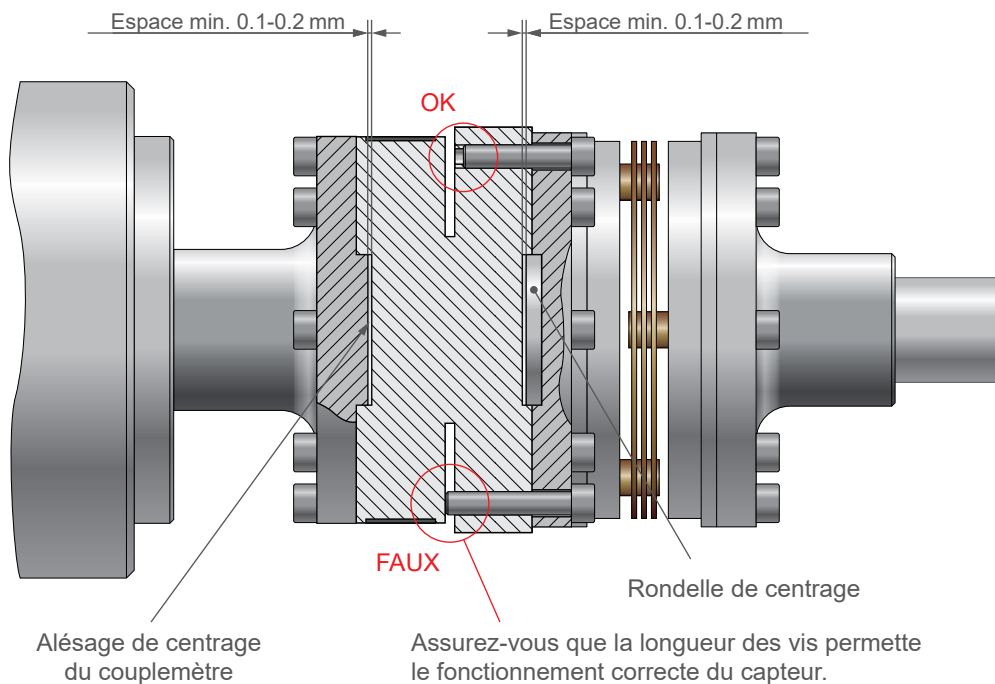

Fig.2-9 Informations de montage concernant les rondelles de centrage et la longueur des vis
Lorsque le flasque dispose également d'un alésage de centrage, une rondelle de centrage intermédiaire peut être utilisée (voir Fig.2-9).
- Attention aux longueurs des vis; il ne doit pas y avoir de contact entre les vis et la partie opposée du couplème (voir Fig.2-9)